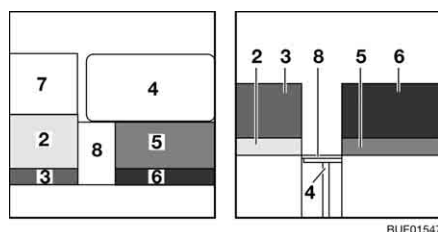

Fig. 143 Durante la trasformazione
- Ruotare verso l'alto la prolunga del cassonetto (Fig. 143,8) e agganciarla al sedile Vario.
- Ruotare verso l'alto la prolunga del sedile Vario (Fig. 143,7) e agganciarla.